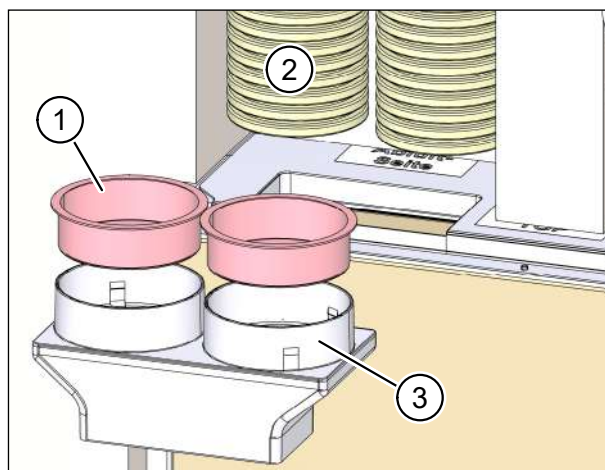

Fig. 57: Taglio dei tubi flessibili
- ▶ Rimuovere i coperchi protettivi rossi (pos. 1 nella Fig. 57) dall'allacciamento per tubo flessibile (pos. 3 nella Fig. 57).
- ▶ Accorciare i tubi flessibili (pos. 2 nella Fig. 57) fino a potere infilare l'allacciamento per tubo flessibile (pos. 3 nella Fig. 57) con i tubi flessibili inseriti nell'apertura della cassetta a muro.